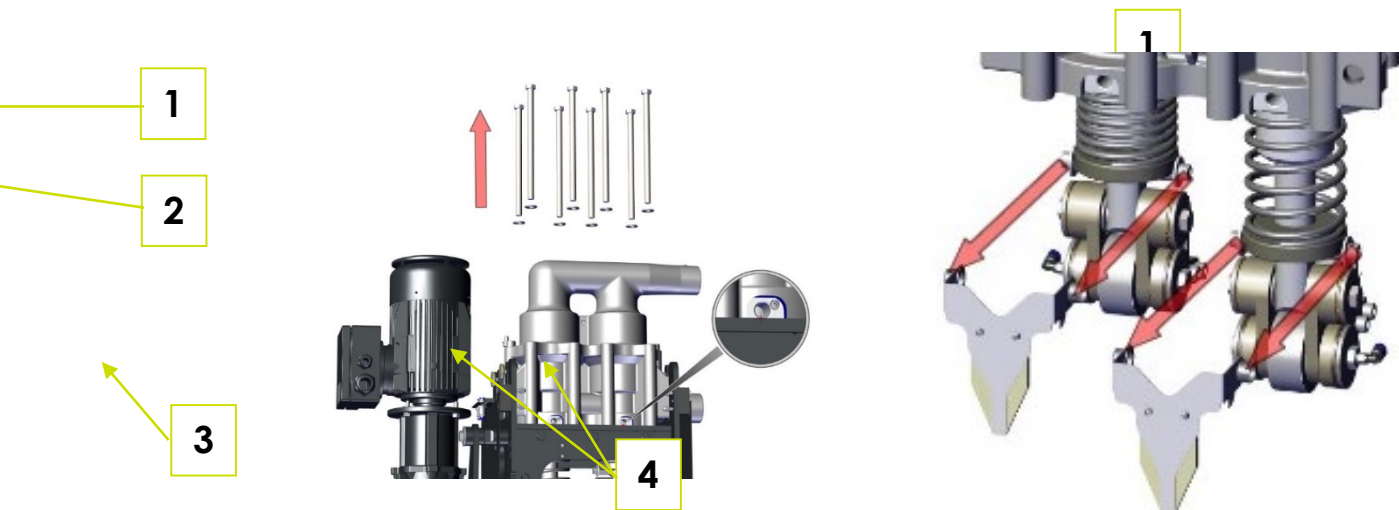

Fig. 7-1: Desserrage de l'unité de pompe
1. Desserrer les vis à tête cylindrique M8 x 12 (4) pour démonter le balancier de graissage (5) du balancier à double articulation en exerçant une légère flexion et le retirer le balancier de graissage dans le sens de la flèche (Fig. 7-1 : Desserrage de l'unité de pompe). Numéro de référence du balancier de graissage :
2. Dévisser les huit vis hexagonales M12x220 (1) et les rondelles (2) avec une clé à douille de 19 mm (Fig. 7-1 : Desserrage de l'unité de pompe).
3. Desserrer de deux tours les quatre vis sans tête M6x20 (3) avec une clé Allen de 4 mm.